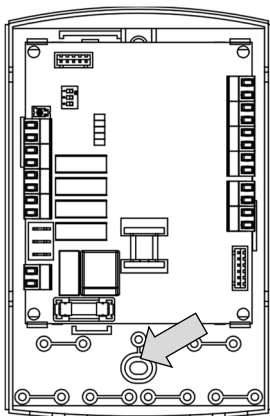

Fig. 3
- Togliere il coperchio per accedere all'interno della scatola ed inserire la vite sul foro indicato in Fig. 3. Stringere la vite in modo da bloccare il gestore di zone.